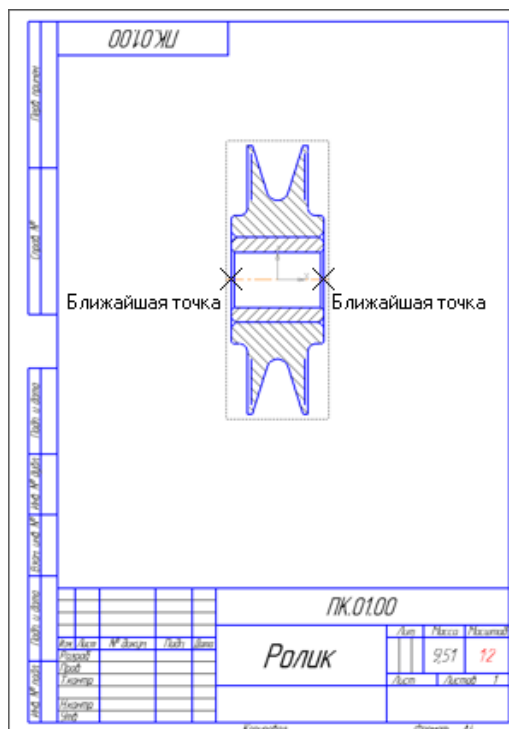

Рисунок 10
- С помощью команды **Осевая линия** по двум точкам на инструментальной панели **Обозначения**  постройте на разрезе осевую линию. Точки, через которые должна пройти осевая линия, укажите с помощью привязки **Ближайшая точка** (рис. 10).